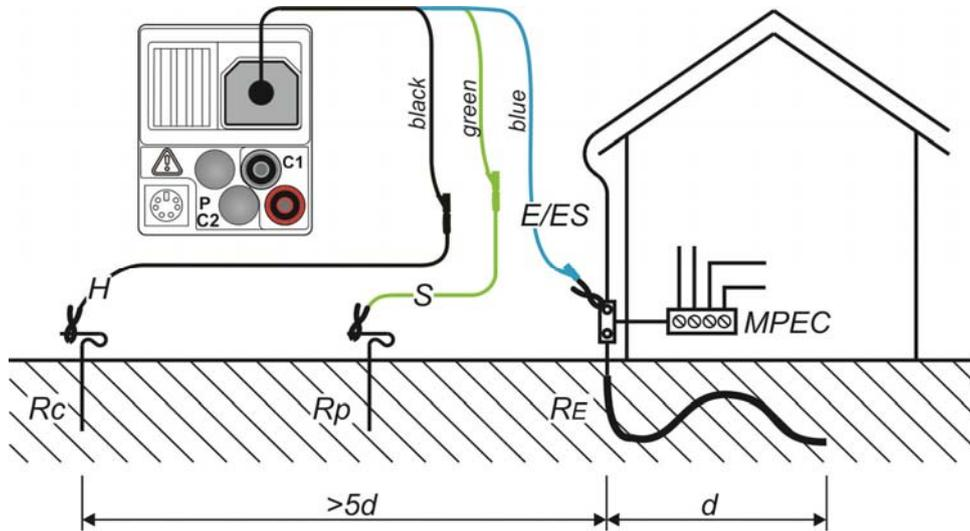

Abbildung 5.36: Widerstand zur Erde, Messung der Erdung der Hauptanlage
- **Schließen Sie** den Prüfling (siehe *Abbildung 5.36*, *Abbildung 5.37* und *Abbildung 5.39*) an.